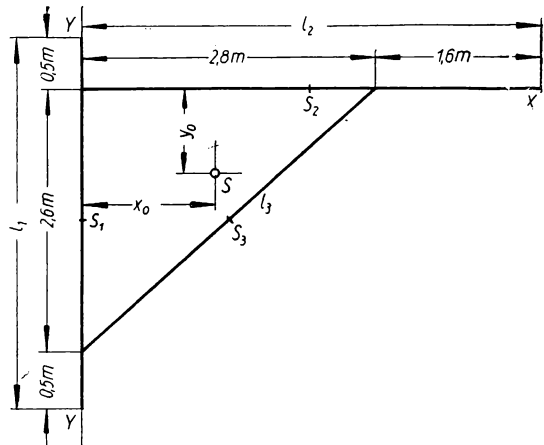

Bild 65
**204.** Das Gerüst eines Drehkrans ist aus Walzstahl gleichen Querschnitts nach Bild 65 zusammengesetzt. Die Schwerpunktskoordinaten  $x_0$  und  $y_0$  sind zu berechnen.